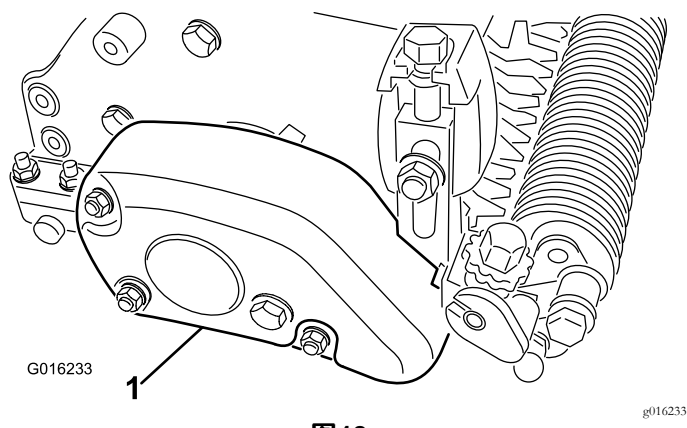

图18
37. 用三个锁紧螺母、将皮带罩安装至疏草刀壳体组件图18。